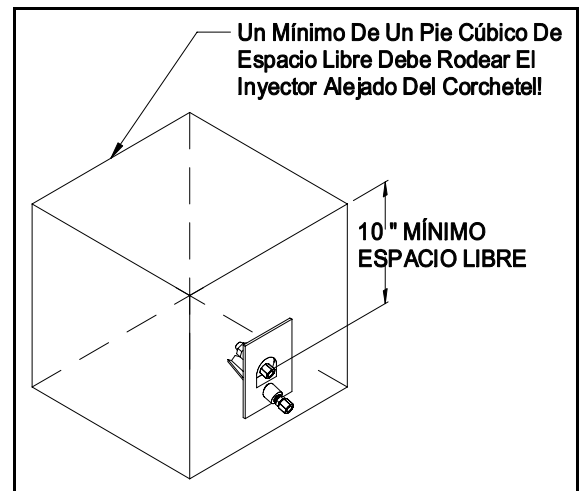
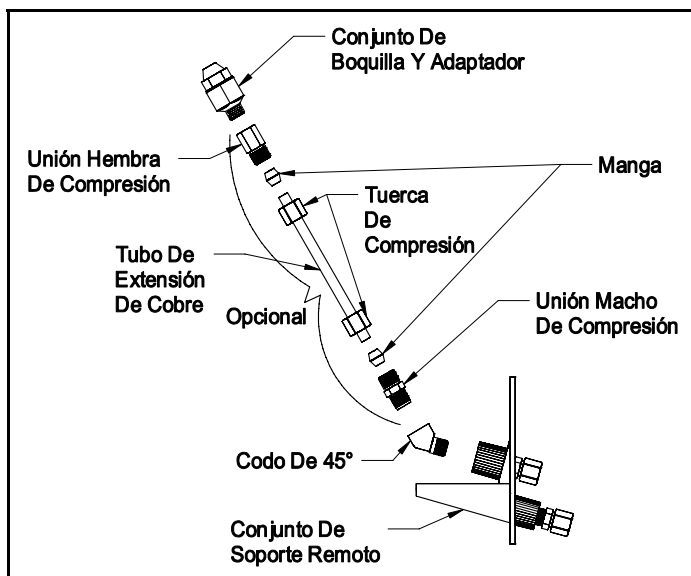

Figura 6
Figura 7
2. Determine la ubicación óptima para el conjunto de la cubierta (Vea Las Instalaciones Típicas En Las Figuras Del 1 Al 3, 5-8) localizando la parte más caliente del impelente (cerca de la salida de la caldera) que satisfaga estos requerimientos mínimos: (a) flujo de aire con temperatura mínima de 120°F en el impelente de suministro, (b) volumen mínimo de 1 pie cúbico rodeando la punta de la boquilla para evitar el choque del rocío en los muros del conducto u otros obstáculos. (Vea La Figura 6) En ciertas instalaciones, tal vez sea necesario extender más la boquilla con un juego de opcional extensión EK-1 de Field Controls. (Vea La Figura 7) Un 45° para redirigir el rocío sin extender la boquilla. Si existe un aire acondicionado "A-COIL" con los lados abiertos en la salida de la caldera, se debe localizar el conjunto de la cubierta en el área entre la A-COIL y la salida de la caldera. (Vea Las Figuras 4, 5-8)